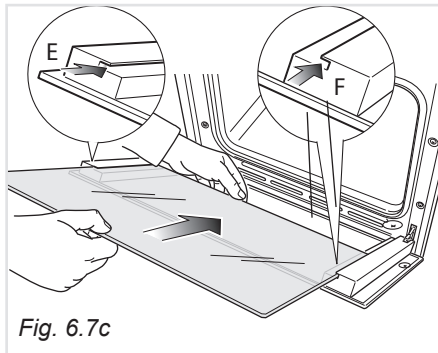
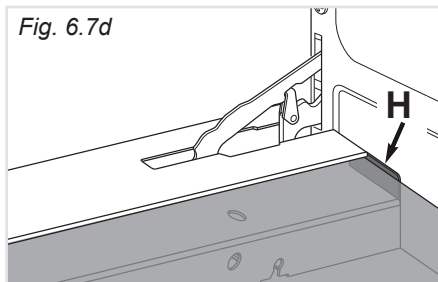

Fig. 6.7c
Fig. 6.7d
- Inserire il vetro nelle guide "E" ed "F" (fig. 6.7c) e farlo scorrere dolcemente fino ai fermi "H" (fig. 6.7d).